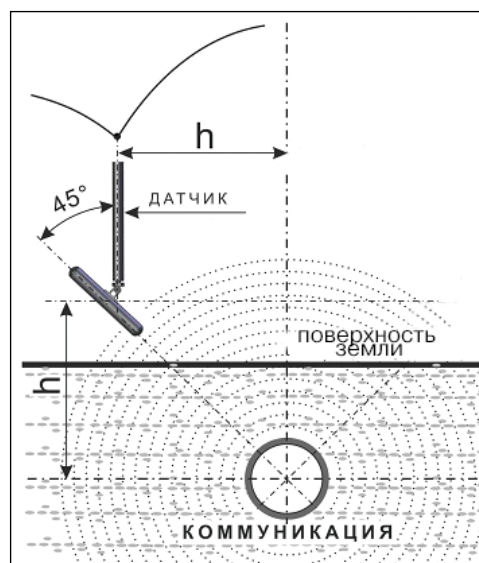

Рис.5.1
**Метод 2:** При положении антенны EMD перпендикулярно трассе и под углом  $45^\circ$  к поверхности земли минимум сигнала наблюдается на удалении от точки «над трассой», равном глубине залегания коммуникации, когда ось антенны пересекает ось трассы (рис. 5.1).